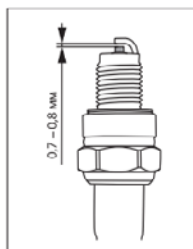

Рис. 5
4. Выверните свечу с помощью шестигранного ключа, входящего в комплект поставки. Электроды свечи должны иметь светло-коричневый цвет (рис. 5).
7. Проверьте величину зазора между заземляющим и центральным электродами, используя специальный щуп. При необходимости установите зазор 0,7-0,8 мм (рис. 5).